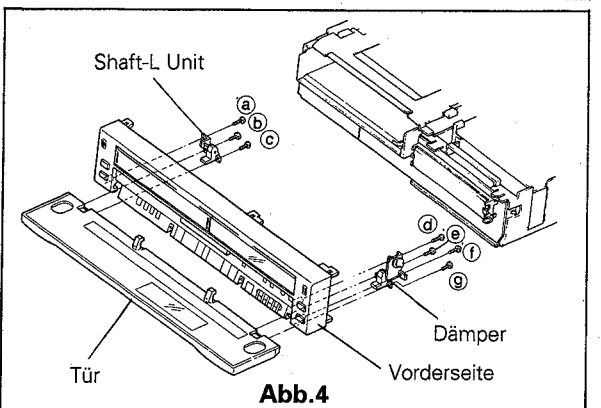

Abb.4
- B. Entfernen Sie die sieben Schrauben (a ~ g) der Einheiten, Dämpfer, Shaft-L und der Türe. Siehe Abb. 4.